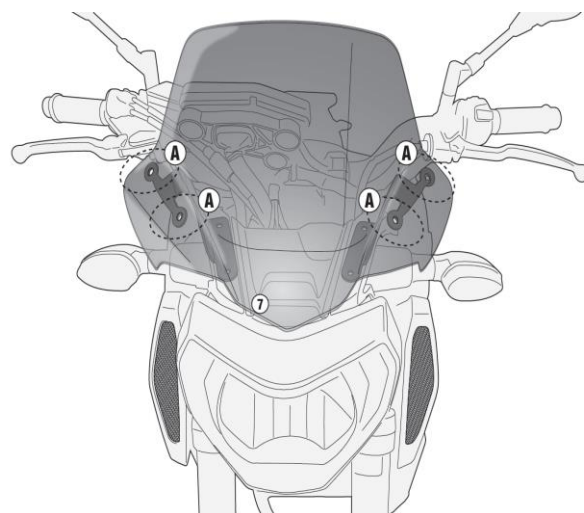

図 2
2. ②フランジ付き六角穴付きボタンボルト（4 ケ）、⑤ナイロンワッシャ（4 ケ）、④ラバーワッシャ（4 ケ）、③フランジ付きナイロンロックナット（4 ケ）を使用して、手順 1 で組み付けた①サポート（左右）に⑦スクリーンを仮組みします。（次ページ図 2～3 参照）